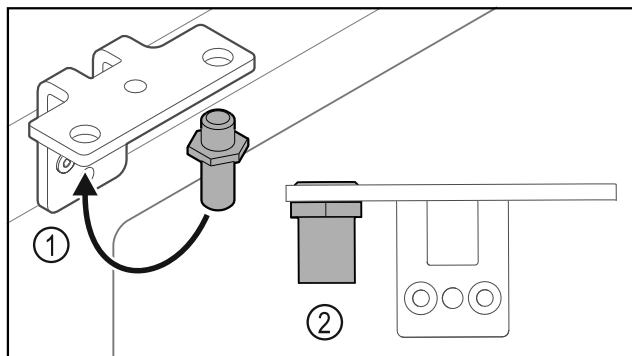

Fig. 24
- ▶ Helyezze át a csuklópántban a csapszeget Fig. 24 (1).
- ▶ Húzza meg a csapszeget Fig. 24 (2) **12 Nm-es forgatónyomatékkal**.